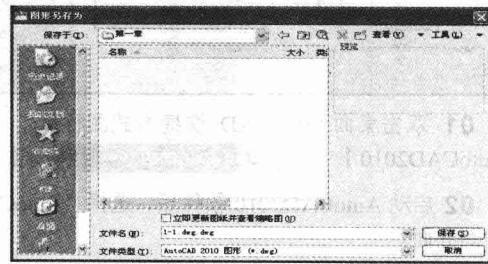

图 1-3 “图形另存为”对话框
**06** 选择菜单【文件】|【保存】命令，或单击“快速访问”工具栏中的 $\square$ 按钮，将图形命名存盘为“实例 001.dwg”，如图 1-3 所示。